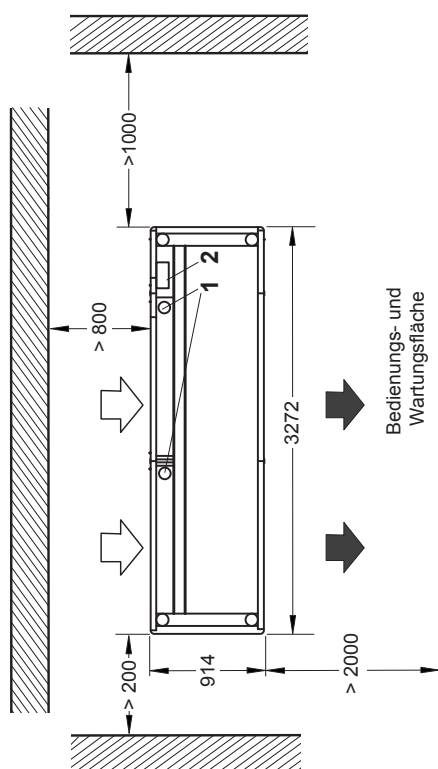
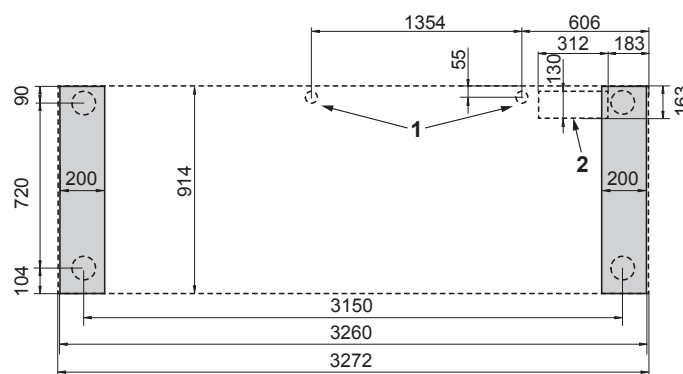

Fig. 01
Fig. 06
L'écoulement de condensat est réalisé au dos (côté aspiration) (1, Fig. 01).
Les pompes à chaleur aérothermiques génèrent de l'eau de condensation pendant leur fonctionnement. Cette production peut atteindre 15 litres de condensat par cycle de dégivrage, autrement dit 2 minutes (1, Fig. 06 et 1, Fig. 01). L'écoulement des condensats prémonté en usine doit être posé dans le canal d'eaux usées.
- Lors de la mise en place de la pompe à chaleur sur le socle de béton, les raccords hydrauliques et électriques doivent être passés à travers l'ouverture (2, Fig. 01).